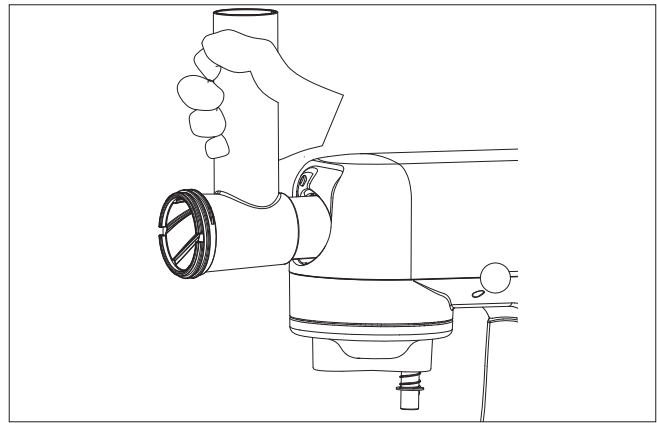

Fig. 15 – Fissaggio dell'alloggiamento della coclea
5. Fissare l'alloggiamento per coclea ruotandolo verso sinistra in modo che l'apertura di riempimento si trovi in alto (vedere Fig. 15). Assicurarsi che l'alloggiamento per coclea sia ben fissato all'attacco del tritacarne della planetaria.